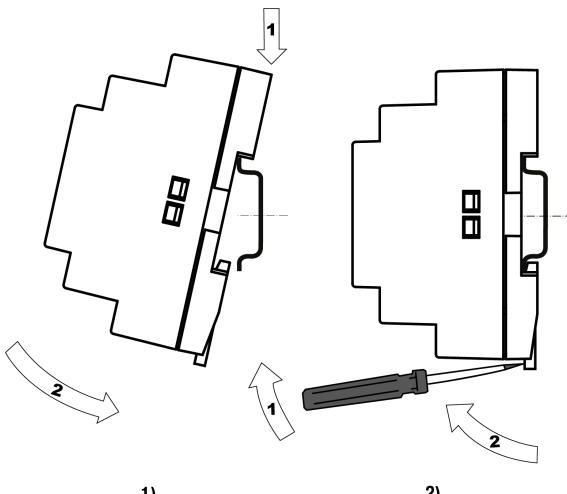

Рисунок 2 – Монтаж (1) и демонтаж (2) прибора
- С усилием придавить прибор к DIN-рейке в направлении, показанном стрелкой, до фиксации защелки (см. рисунок 2).
Для демонтажа прибора следует (см. рисунок 2):